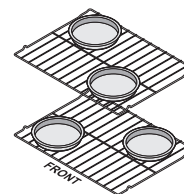

Figure 15: Espacement des plats avec plusieurs grilles
- Lorsque vous utilisez 2 grilles à glissière pour la cuisson de gâteaux, placez l'ustensile en positions 2 et 6 et veillez à laisser 2 à 4 po. (5 à 10 cm) d'espace entre les aliments pour assurer une bonne circulation d'air. (Figure 15)